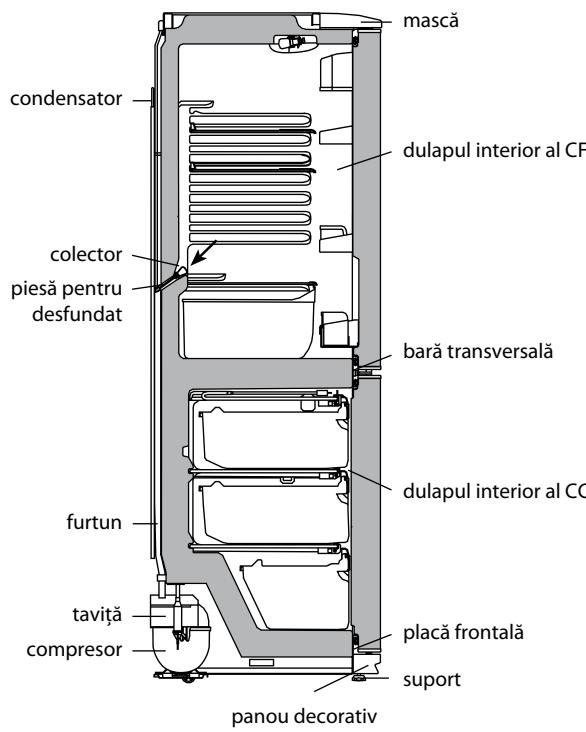

Figura 4 – Schema scurgerii apei rezultate în urma topirii din CF
**2.2.1** În CF se folosește un sistem automat de dezghețare. Bruma, care apare pe peretele din spate al CF, după deconectarea compresorului care lucrează în ciclu, se topește și se transformă în picături de apă. Picăturile de apă rezultată în urma topirii se scurg în colector, apoi prin gaura acestuia și prin furtun – în taviță de pe compresor, în conformitate cu figura 4 și se evaporă. Gaura colectorului este dotată cu o piesă pentru prevenirea înfundării sistemului de drenaj.
Prezența apei în colector indică înfundarea sistemului de drenaj. Pentru eliminarea înfundării folosiți piesa corespunzătoare și curătați gaura colectorului, astfel ca apa să se scurgă liber în taviță, apoi spălați piesa și instalați-o în conformitate cu figura 4.
Apa care a apărut pe fundul CF sau care a ajuns în locul de alăturare a barei transversale și a dulapului interior al CF, în conformitate cu figura 4, poate provoca coroziunea dulapului exterior al frigiderului și elementelor agregatului frigorific, defectarea izolației termice, formarea crăpăturilor dulapului interior și defectiunea frigiderului.
**SE INTERZICE** să decongeleți congelatorul fără utilizarea elementului pentru drenare. Apa rezultată în urma topirii care se scurge din cameră afară de elementul pentru drenare, patrunzând în locul de alăturare a plăcii frontale la dulapul interior în conformitate cu figura 4, poate provoca coroziunea dulapului exterior al congelatorului și a elementelor